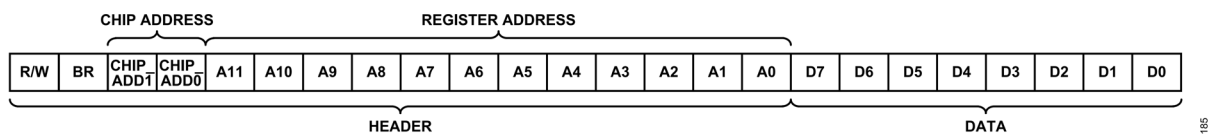

図 166. シングル SPI フレームのタイミング図
シングル SPI の命令の場合、通信フレームは 24 ビット幅であり、16 ビットのヘッダと 8 ビットのデータで構成されます。ヘッダには、R/W ビット、ブロードキャスト (BR) ビット、2 ビットのチップ・アドレス・ビット、12 ビットのレジスタ・アドレス・ビットがあります。ヘッダおよびデータはどちらも、MSB ファースト形式であり、SCLK の立上がりエッジでチップがロジック・レベルをサンプリングするときに、SDIO でシフト・インさせる必要があります。SPI 通信フレームについては図 166 を参照してください。